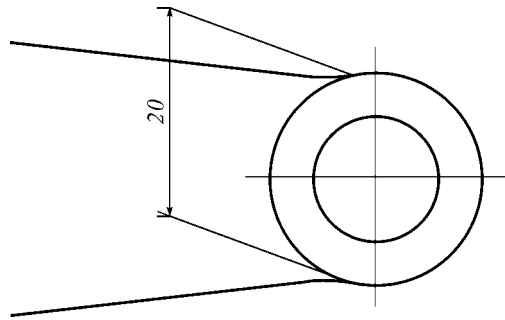

图 1-9 光滑过渡处的标注
(12)光滑过渡处的尺寸标注方法。在光滑过渡处标注尺寸时,应用细实线将轮廓线延长,从它们的交点处引出尺寸界线,如图 1-9 所示。